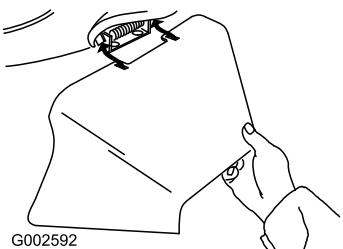

Bild 28
- Setzen Sie den Seitauswurfkanal ein und schließen Sie die Klappe auf dem Auswurfkanal (Bild 28).